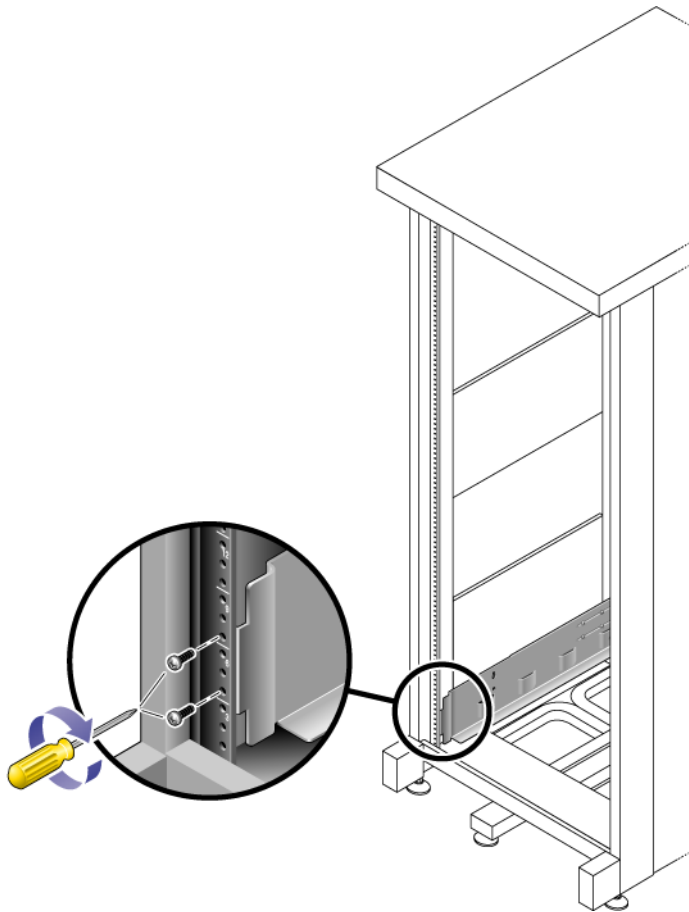

FIGURE 2-4 Fixation du rail gauche à l'avant de l'armoire
2. À l'aide d'un tournevis cruciforme n°2, insérez et serrez deux vis 8-32 pour fixer le rail gauche à l'avant de l'armoire (FIGURE 2-4).